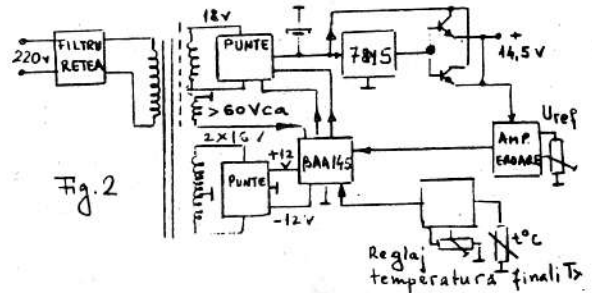

Fig. 2
- fig. 2: pinii 1 și 3 la SPF 455 reprezintă intrarea și respectiv ieșirea. La masă se conectează pinii 2 și 4.